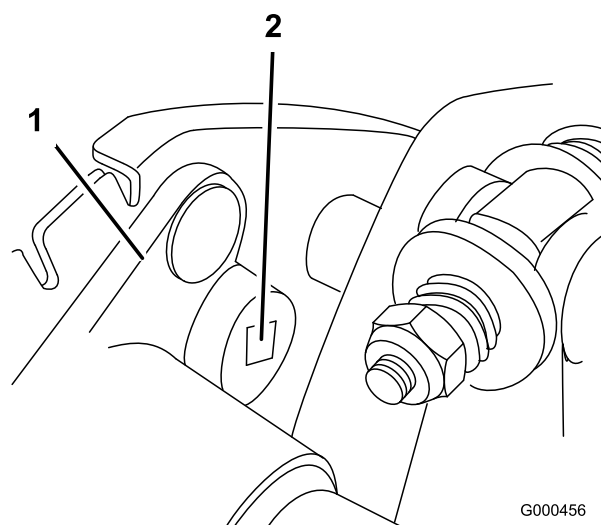

Figura 35
B. Servindo-se de uma chave de aperto de 3/8 de polegada, rode a caixa de mancal com uma torção de 4-4,5 Nm para ajustar a tensão da correia (Figura 35).